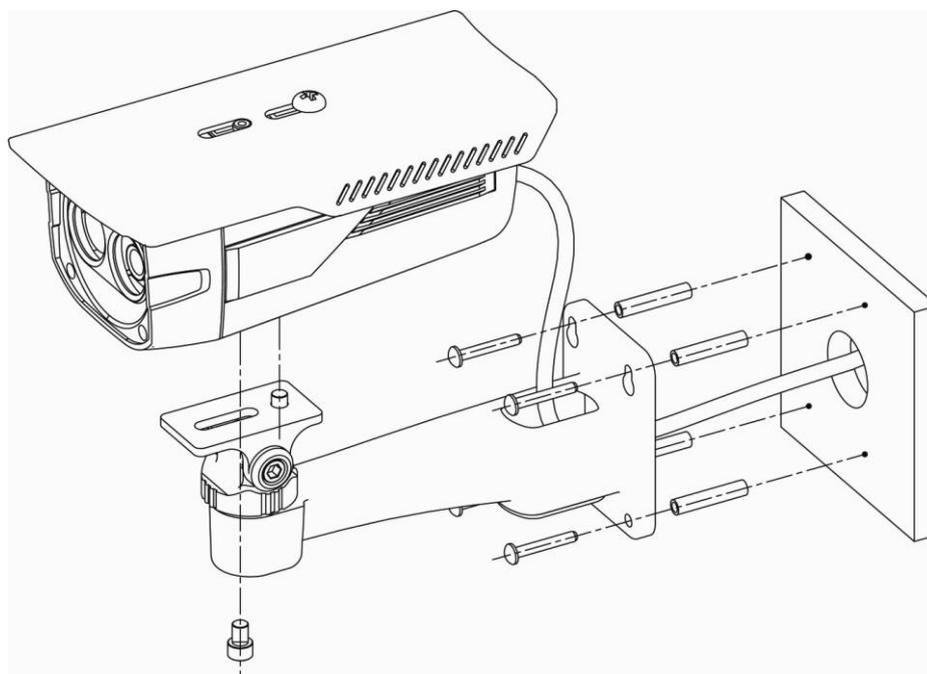

Рисунок 3-1
- При установке на цементную стену необходимо сначала использовать дюбель. Важно следить, чтобы монтажные отверстия для дюбеля совпадали с отверстиями кронштейна. После этого можно произвести установку кронштейна. См. Рисунок 3-1.